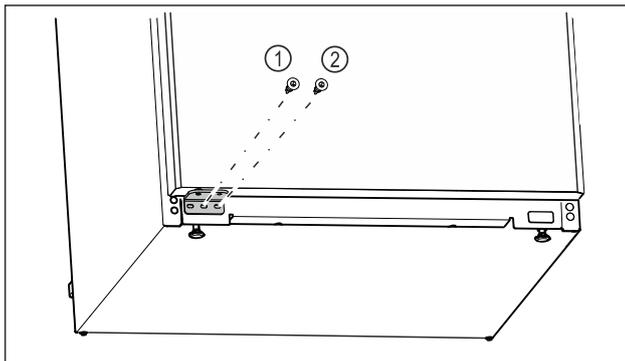

Fig. 18
- ▶ Zaskrutkujte strednú skrutku ložiskovej konzoly Fig. 18 (1) skrutkovačom Torx 20.
- ▶ Zaskrutkujte vnútornú skrutku ložiskovej konzoly Fig. 18 (2) skrutkovačom Torx 20.